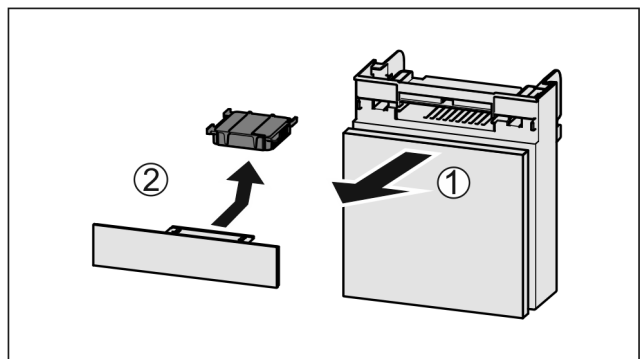

Fig. 39
- Fach nach vorne herausziehen Fig. 39 (1).
- Aktivkohlefilter entnehmen Fig. 39 (2).